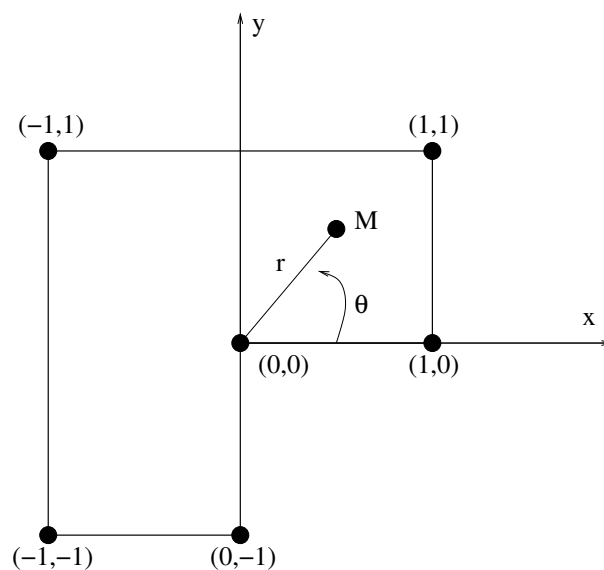

Figure 1: Le "L-Shape".
- Ω le "L-shape" représenté sur la Figure 1,